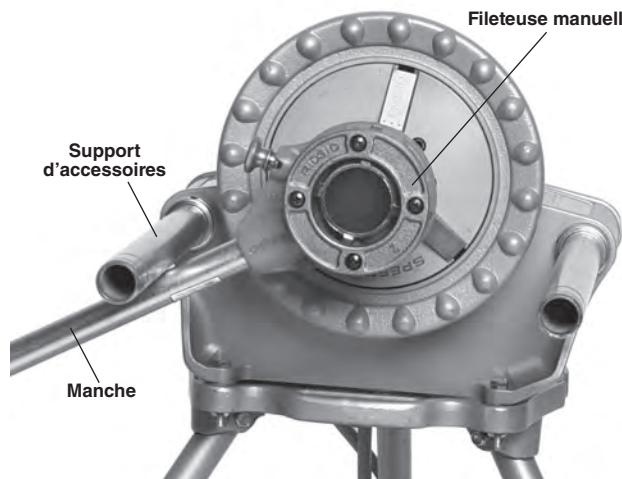

Figure 20 – Retrait de la tête de filière du tuyau fileté (Manche appuyé contre la sous-face du support)
- c. Déployez le support d'accessoires côté commutateur entièrement, puis relevez le manche de la fileteuse contre lui. Tenez la poignée du manche de votre main gauche. Afin de limiter les risques de pincement, ne mettez pas vos mains ou vos doigts entre le manche de la filière et le support d'accessoires. Maintenez le manche appuyé contre le support (*Figure 20*).
1. Tenez le manche de la fileteuse contre la sous-face du support d'accessoires côté commutateur. Afin de limiter les risques de pincement, ne mettez pas vos mains ou vos doigts entre le manche de la fileteuse et le support d'accessoires. Reportez-vous à la *Figure 20* pour la position de travail appropriée.